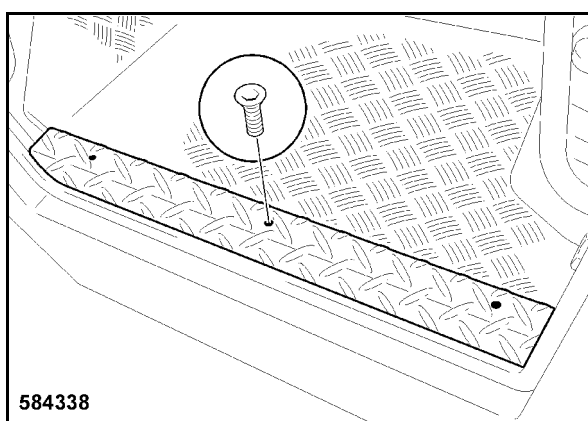

Fig. 213
- Colocar la chapa gofrada 1 (Fig. 213) y apretar los tres tornillos de fijación (2).